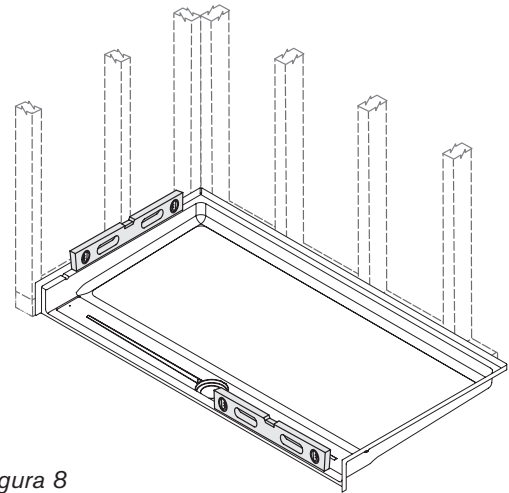

Figura 8
- 14 Ponga el plato en posición; **no lo arrastre ni lo deslice.** Asegúrese de que el frente esté alineado con la línea del borde dibujada en el Paso 3. Evite pisar el plato hasta que el lecho de barro se haya secado; siga las instrucciones de secado para el tipo de lecho de lodo utilizado. Revise los salientes y el borde frontal con un nivel. (Figura 8)